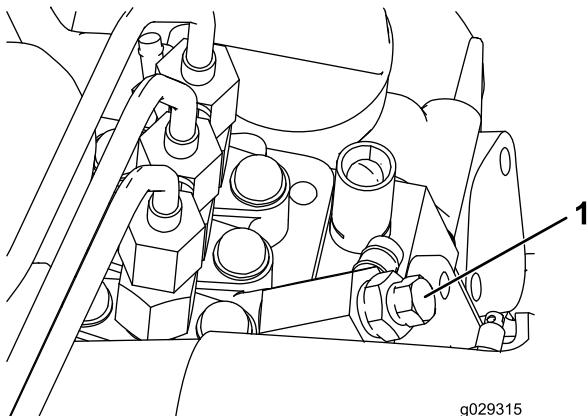

Figure 30
3. Desserrez la vis de purge d'air sur la pompe d'injection (Figure 30).